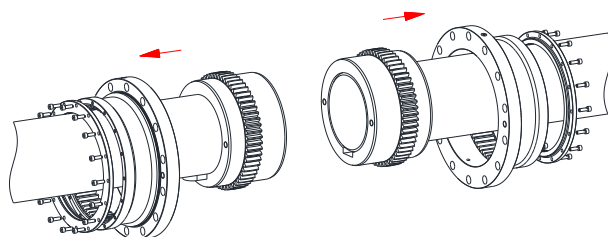

Bild 35
- Schieben Sie die Hülzen weit über die Naben und legen Sie diese auf den Wellenenden ab (siehe Bild 35).